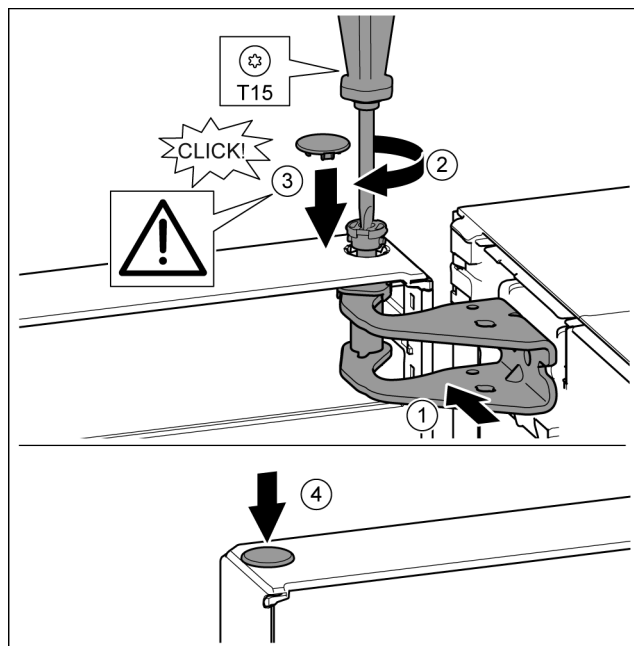

Fig. 20
- ▶ 将门的上方对准托架中的开口。 Fig. 20 (1)
- ▶ 放入螺栓并用 T15 螺丝刀拧紧。 Fig. 20 (2)
- ▶ 安装冰箱门安全装置的安全盖：放入安全盖并检查其是否在门上。此外将螺栓完全插入。 Fig. 20 (3)
- ▶ 放上堵头。 Fig. 20 (4)